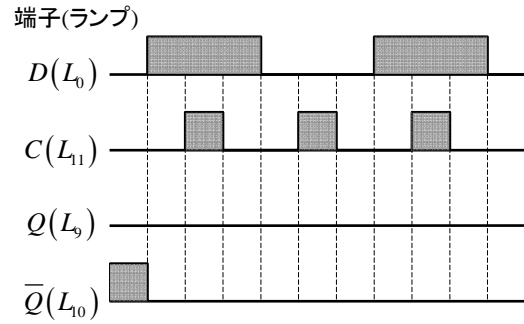

図4 D フリップフロップのタイムチャート
- 図4のタイムチャートに従い、フリップフロップの入力端子に対応する2個の入力スイッチ S_0 及び P_1 をオンオフにして、フリップフロップの出力端子に対応する2個のランプ L_9 及び L_{10} の状態を図4に記録する。
・図4のタイムチャートから、 D フリップフロップはクロック C の()時に()の内容を出力 Q に転送する。
- ・図4のタイムチャートから、 T フリップフロップの出力 Q の値はクロック C の()の時に()する。